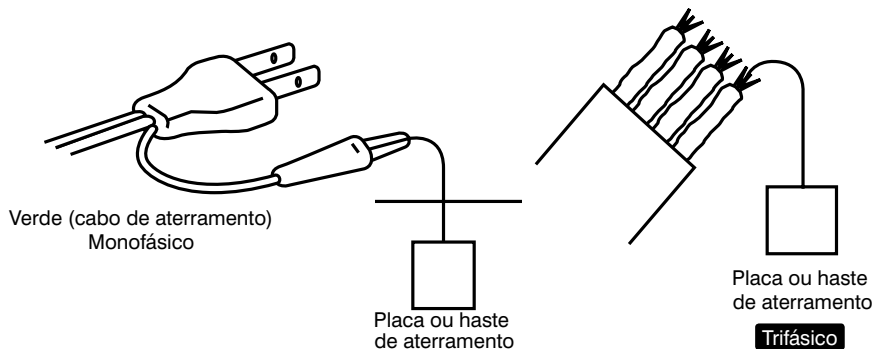

Fig. 6
- (1) Para um sistema monofásico, prenda a “garra jacaré” em um sistema de aterramento como mostrado na Fig. 6.
- (2) Para um sistema trifásico, aterre o cabo verde (rótulo E) como mostrado na Fig. 6. Sob nenhuma circunstância o cabo verde deve ser conectado na fonte de alimentação.